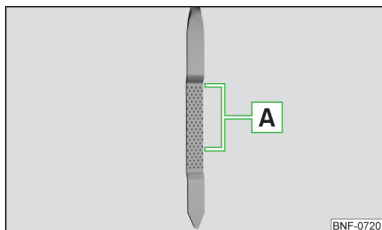

Fig. 141
Nivelul de ulei trebuie să se situeze în zona **A** » fig. 141. Dacă nivelul de ulei este situat sub zona **A**, completați cu ulei.
- Nivelul uleiului nu trebuie să fie în niciun caz în afara zonei **A** » fig. 141 - în caz contrar există pericolul deteriorării motorului, precum și a instalației de evacuare a gazelor arse.